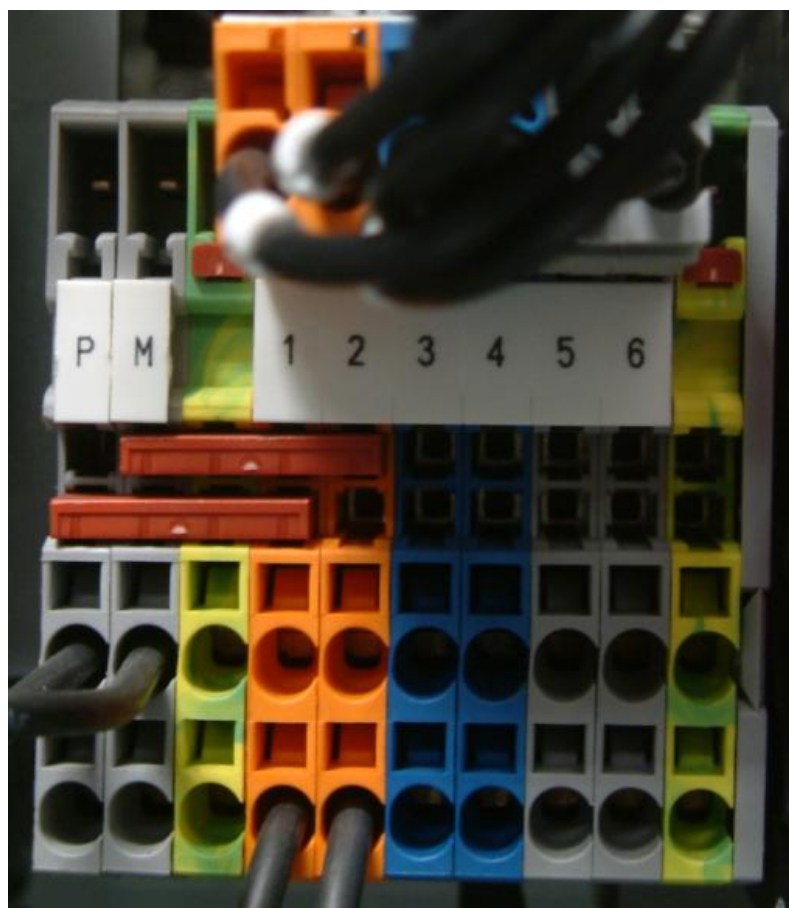

图 8-26 柜内X9 端子
2、观察进线柜中的预充电接触器是否吸合，如果没有吸合则需要参照柜机电路图，检查预充电接触器的接线以及基本电源柜 X9:5 和 X9:6 在基本电源柜运行命令发出后其是否闭合。X9端子如图8-26所示：